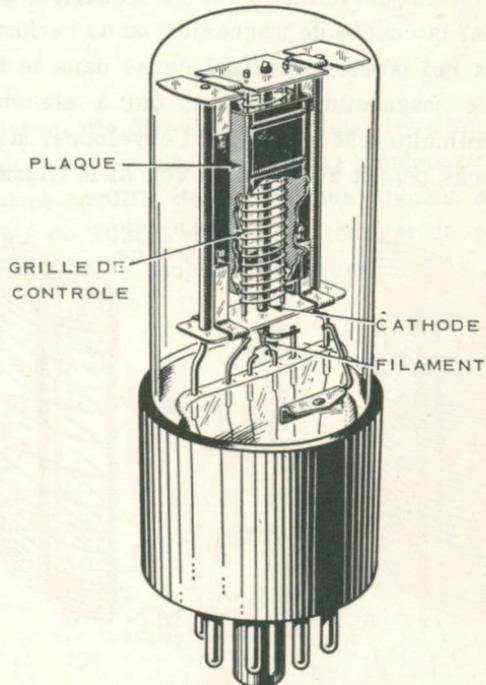

Fig. 1. Construction d'une triode montrant l'agencement d'une cathode, d'une grille de contrôle et d'un filament.
**Construction physique de la triode.** La cathode et l'anode de la diode font également partie de la triode. Elles remplissent les mêmes fonctions: soit, respectivement, émettre et recevoir les électrons. La grille de commande, comme troisième élément, est entre les deux et plus près de la cathode que de l'anode. La figure 1 montre l'agencement, à l'intérieur de l'enveloppe, de la cathode, de la grille de commande et de l'anode. Vous y voyez la forme ovale de la grille de commande qui entoure totalement la cathode. L'anode, à son tour, entoure la grille de commande.